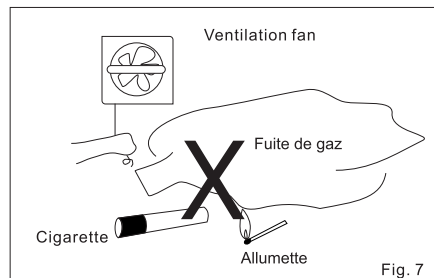

Fig. 7
• Évitez tout branchement ou débranchement d'interrupteurs électriques, l'allumage d'allumettes ou l'utilisation de briquets (fig. 7).